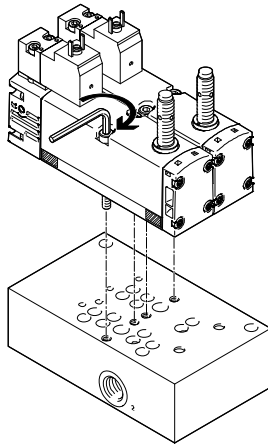

Fig. 11 控制模块上电磁阀的安装固定
7. 将电磁阀置于控制模块上（→ Fig. 11），并用内六角扳手 SW3 拧紧 2 颗固定螺丝（允许的扭矩：2 Nm ± 10 %）。